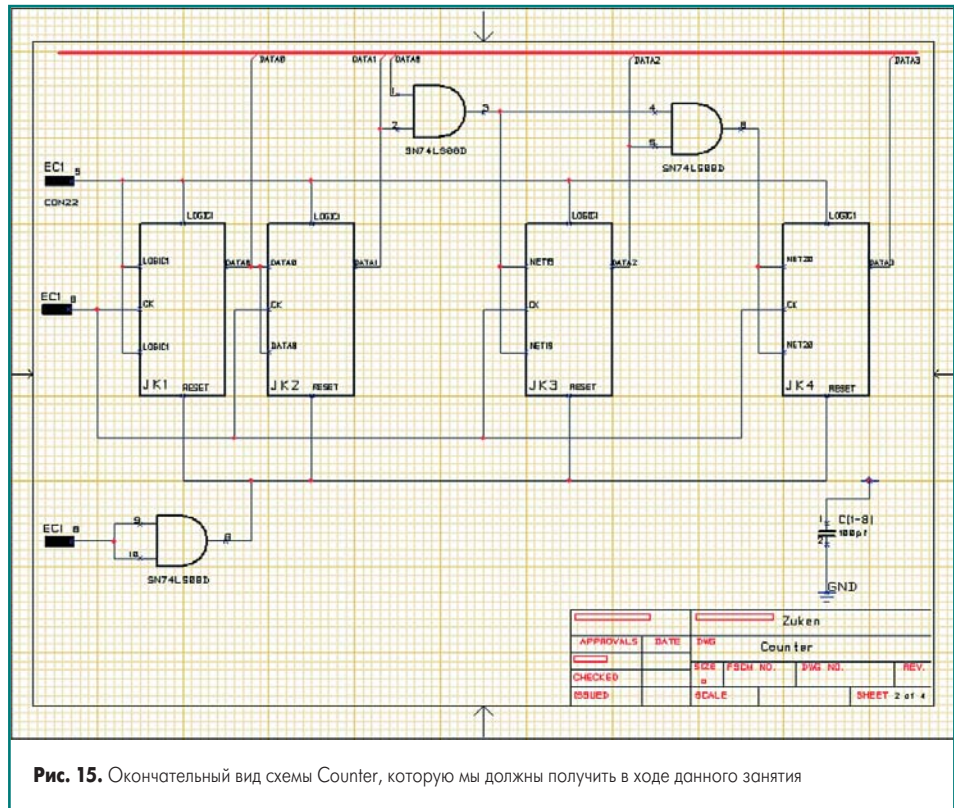

Рис. 15. Окончательный вид схемы Counter, которую мы должны получить в ходе данного занятия
Наше следующее действие — это добавление на схему шин, соединителей, блокировочных конденсаторов и портов глобальных сигналов, чтобы получить схему, показанную на рис. 15.
Приступим к рисованию на листе Counter шины, как показано на рис. 15.
16. В качестве упражнения самостоятельно нарисуйте оставшиеся подключения к шине, как показано на рис. 15, и включите имена шинных входов, чтобы они отображались на экране.
6. Переместим курсор в левый верхний угол схемы, как показано на рис. 15, и выполним щелчок левой кнопкой мыши. На схеме появится вывод 5 соединителя с позиционным обозначением EC1, рядом с которым отображается имя conn-22way. К указателю мыши будет «приклеен» новый символ вывода соединителя с номером 6.